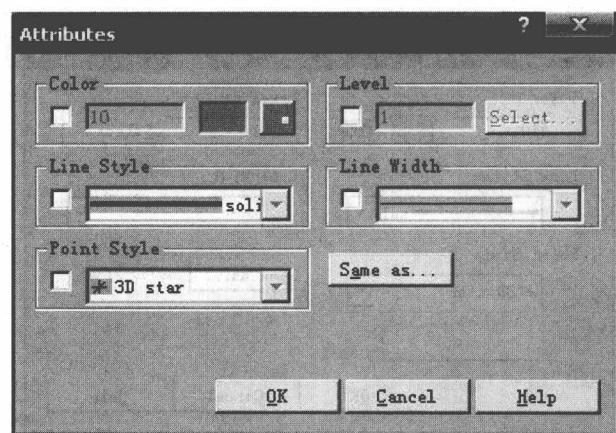

图 1-13 属性对话框
(4) **Chg Attribs (改变属性)** 在“Screen (屏幕)”子菜单中选择“Chg Attribs (改变属性)”选项后，弹出如图 1-13 所示“Attributes (属性)”对话框，该命令用来改变图素的“Color (颜色)”、“Level (图层)”、“Line Style (线型)”、“Line Width (线宽)”和“Point Style (点的类型)”等属性。